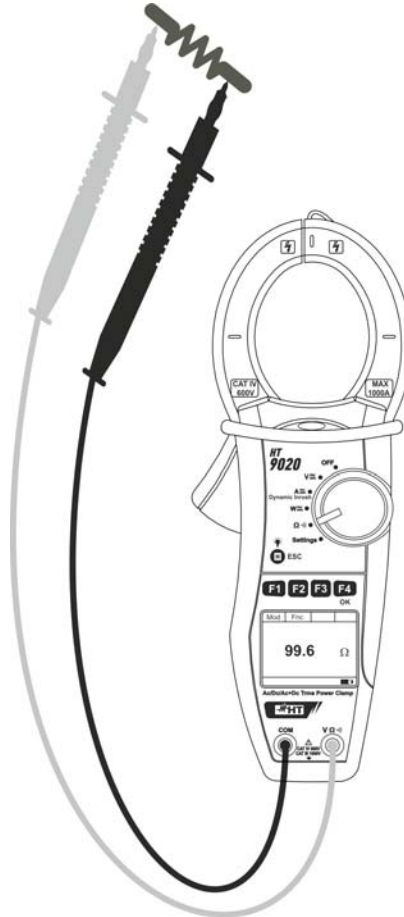

Abb. 13: Widerstandsmessung
4. Verbinden Sie die rote Messleitung mit der **VΩ[⌚]** Eingangsbuchse, und die schwarze Messleitung mit der **COM** Eingangsbuchse, und verbinden Sie das Gerät, wie in der Abb. 13 beschrieben wird.